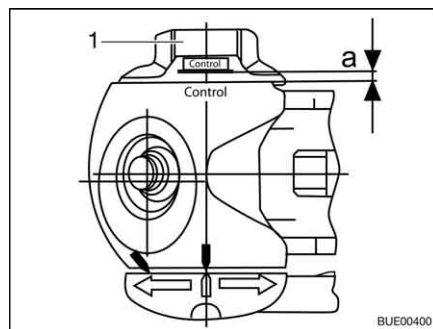

Bild 193 Verschleißkontrolle
- Handrad (Bild 193,1) zudrehen, bis die Drehmomentbegrenzung hörbar und spürbar durchratscht. Drehrichtung: im Uhrzeigersinn.
- Abstand $a > 0$ (Bild 193): Verschleiß innerhalb des zulässigen Bereiches.